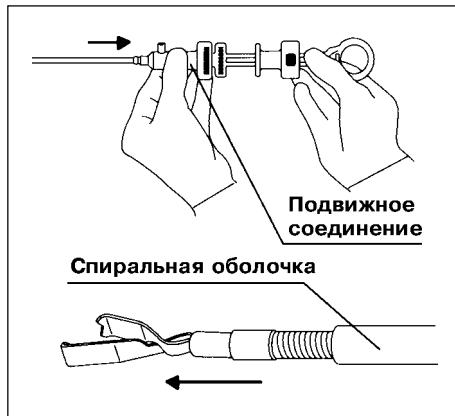

Рис. 3.15.
- 1.** Убедитесь, что подвижное соединение трубчатой оболочки свободно и плавно перемещается в проксимальном направлении до срабатывания запирающего механизма, а клипс при этом выдвигается из отверстия на дистальном конце спиральной (проволочной) оболочки (см. рис. 3.15).